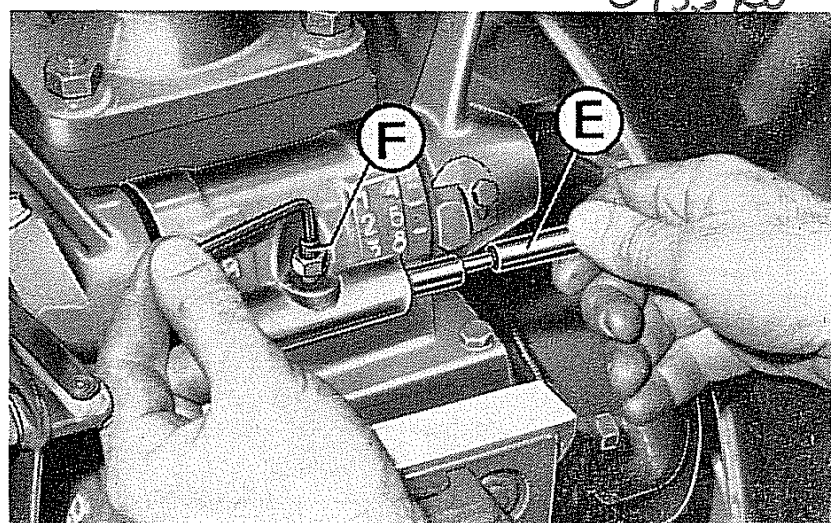

Fig. 7 - Disposizione perno
- Eliminare il perno **E** (fig. 7) svitando la vite **F** con dado di bloccaggio, facendo attenzione di riavvitarla onde evitare smarrimenti della stessa.
Leva 2 in posizione « **RM** »: con la leva 4 si ottengono le Ridotte (ex retromarce) **1^a - 2^a e 3^a**. (La 3^a retromarcia è permessa dalla precedente eliminazione del perno E di fig. 7).
All'atto del rimontaggio del perno **E** (fig. 7) fare attenzione che la vite **F** entri nella gola centrale del perno stesso e bloccando la vite tramite l'apposito dado, lasciare che il perno rimanga libero per gli spostamenti laterali permessi dalla suddetta gola.